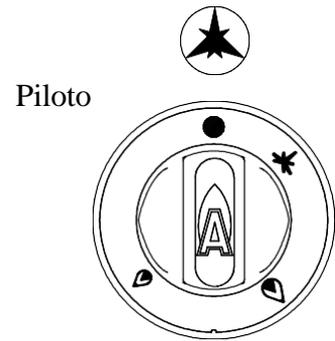

Fig. 8
1.1.- ENCENDIDO DEL QUEMADOR DEL COCEDOR. (Fig. 8)
1.2.- APAGADO DE LOS QUEMADORES. (Fig. 8).